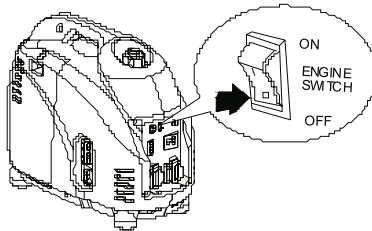

Рис. 22
2. Переверните выключатель зажигания в положение «OFF» (Рис. 22).